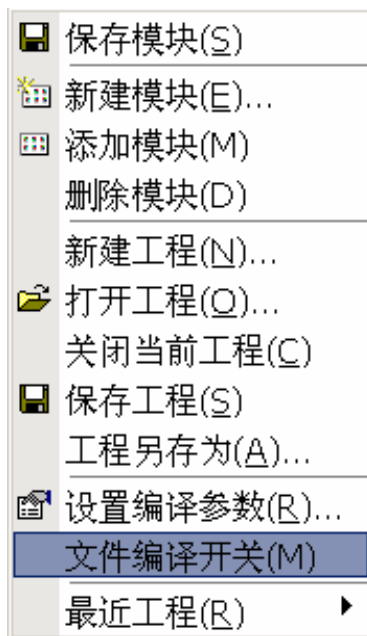

图 4-12
此命令允许用户对工程设置编译和连接开关，执行后出现图 4-12 所示的对话框。然后就可以在这里设置 C 语言源程序文件（扩展名是“C”）、汇编语言文件（扩展名是“ASM”）、A51 汇编语言文件的编译参数，以及连接的时候使用的参数。
2) 如果用户需要单独对某个文件设置某个编译开关，又不想把这个编译开关应用于工程中别的同类文件，可以使用文件编译开关。方法是在工程窗口中单击鼠标器右键，出现图 4-12 的弹出式菜单：